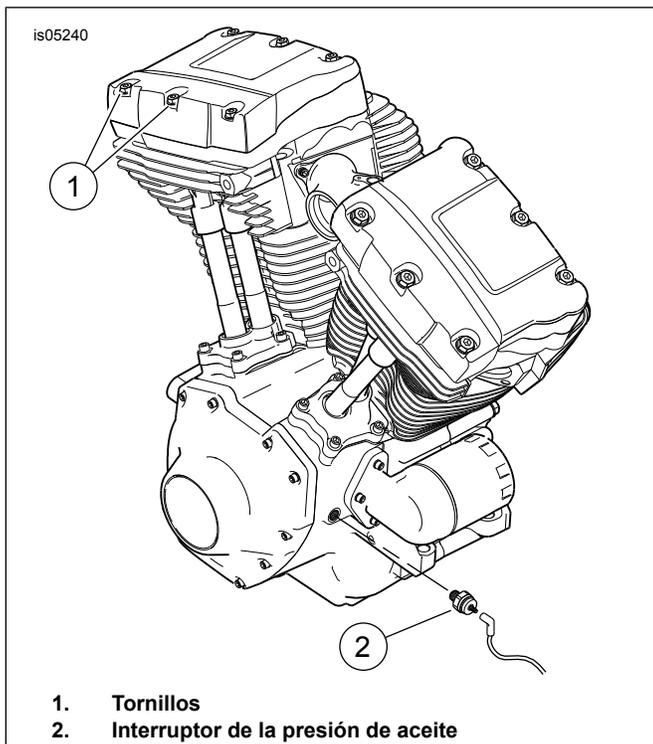

Figura 2. Ubicación del montaje del indicador
2. Vea la Figura 2. Extraiga el interruptor de la presión de aceite (2) del cárter y guarde el interruptor para el rearmado. Puede ser necesario usar una pata de cuervo de extremo abierto de 15/16 pulg. (Snap-On FC30B) para extraer el interruptor de la presión de aceite. Extraiga los dos tornillos traseros del lado izquierdo de la caja de balancines (1). Coloque la pieza de soporte de montaje del conjunto del indicador de aceite sobre los agujeros en la caja de balancines trasera y reinstale los tornillos de la caja de balancines para sostenerla en su lugar. Apriete los tornillos a 14–19 N·m (10–14 ft-lbs).